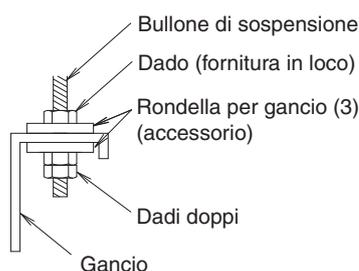

Fig. 10
1) Fissare il gancio al bullone di sospensione. **(Fare riferimento alla Fig. 10)**